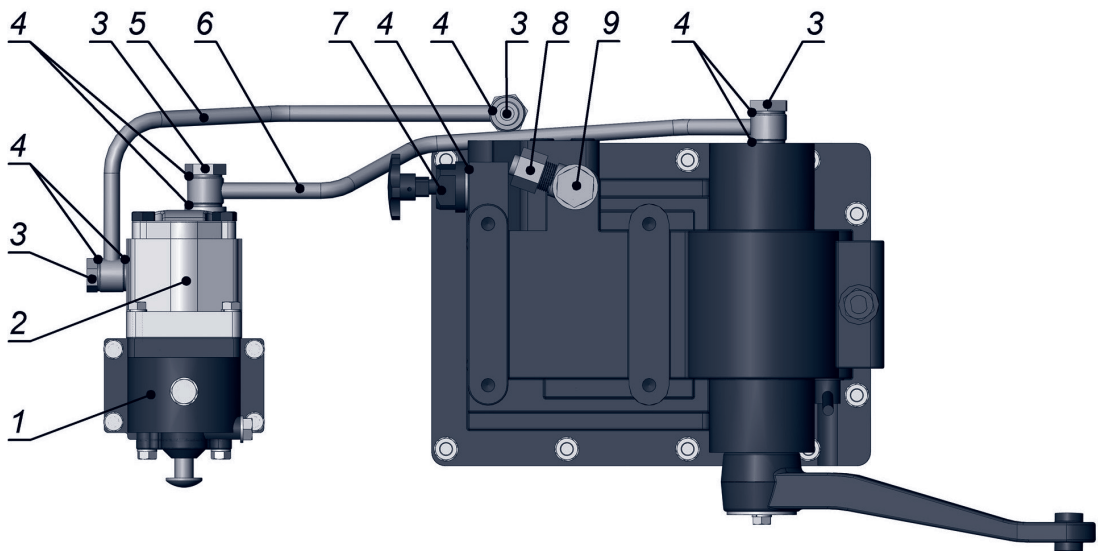

Рис. 25. Трубопровод гидравлической системы.
Гидравлическая масляная магистраль состоит из входной и выходной линии (поз. 5, поз. 6, рис. 25). Входная и выходная масляная линия представляет собой стальные трубы. Масло из картера подъемника поступает в гидронасос через трубку обратной подачи (поз. 6). Далее от гидронасоса масло под давлением поступает в распределитель и цилиндр через трубку подачи (5), чтобы поднять или опустить орудие.